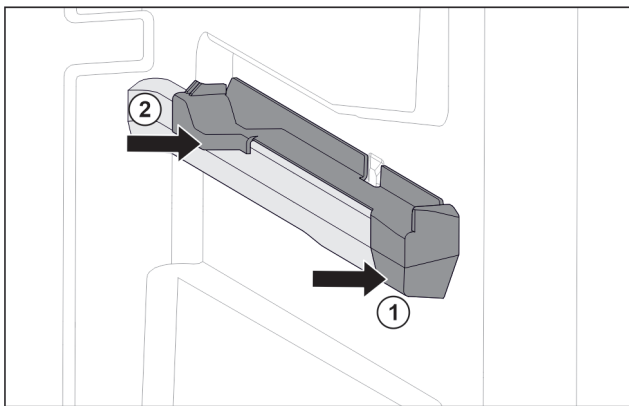

Fig. 132 Felhúzható elem a jobb oldali tartóbordán
- ▶ A felhúzható elemet elől tegye fel a tartóbordára. Fig. 132 (1)
- ▶ Hátul nyomja meg a felhúzható elemet. Fig. 132 (2)